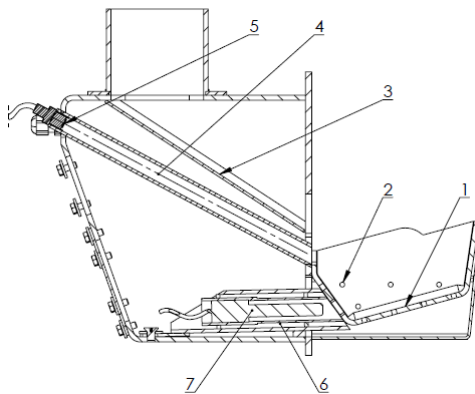

Abb. 10 Reinigung des Brenners
- 3) Beim Dauerbetrieb des Kessels wird wöchentliche Reinigung der Fläche des Wärmeaustausches des Kesselkörpers (Seitenwände der Verbrennungskammer, Rohre des Tauschers u.ä.) empfohlen. Denn beim Betrieb des Kessels kommt es zur Verunreinigung der Fläche des Wärmeaustausches, was zur Herabsetzung der Kesselleistung führt und den Brennstoffverbrauch erhöht. Aus diesem Grund muss der Wärmetauscher mit Reinigungsspiralen mindestens einmal die Woche durch Betätigen des Handhebels (6- Abb.1). gereinigt werden. Man soll auch den Brenner gegebenenfalls reinigen (1- Abb.10), indem man die Luftdüsen (2) der Brennerschale durchlässig macht; den Zünder (7) herausnimmt und Zünderröhrchen säubert (6), anschließend Flammensensor (5) herausdreht und Sensorröhrchen säubert (4) und eventuelle Pelletsrückstände von der Fallschiene (3) entfernt.